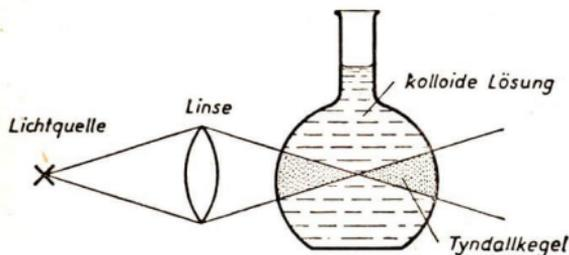

Abb. 178. Faraday-Tyndall-Effekt in kolloiden Lösungen
- Versuch 236: Untersuchung einer kolloiden Lösung. *Schicken Sie einen Lichtstrahl durch eine kolloide Lösung, so zeigt sich bei seitlicher Beobachtung eine leuchtende Trübung in der Flüssigkeit (Abb. 178).*